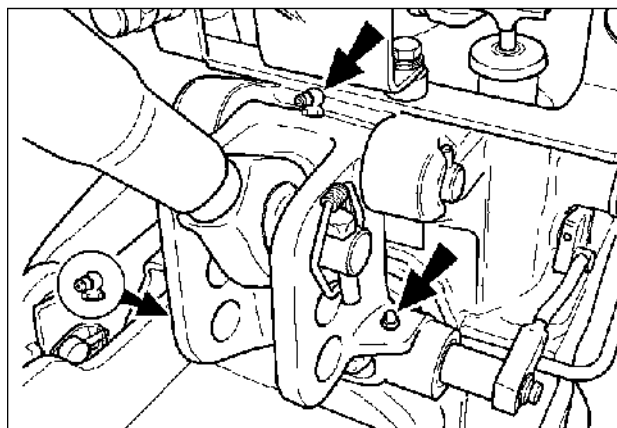

Рис. 7-39
- Заднее сцепное устройство: 2 пресс-масленки (рис. 7-39).